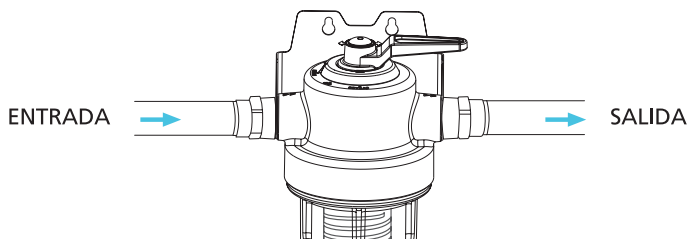

FIGURA 5
- 10** Use la llave que se proporciona para girar la válvula del cabezal del filtro al modo "FILTER" (Filtro) y abra lentamente el suministro principal de agua. Revise si hay fugas. Deje que el agua corra por cinco (5) minutos. (Consulte la Figura 5)